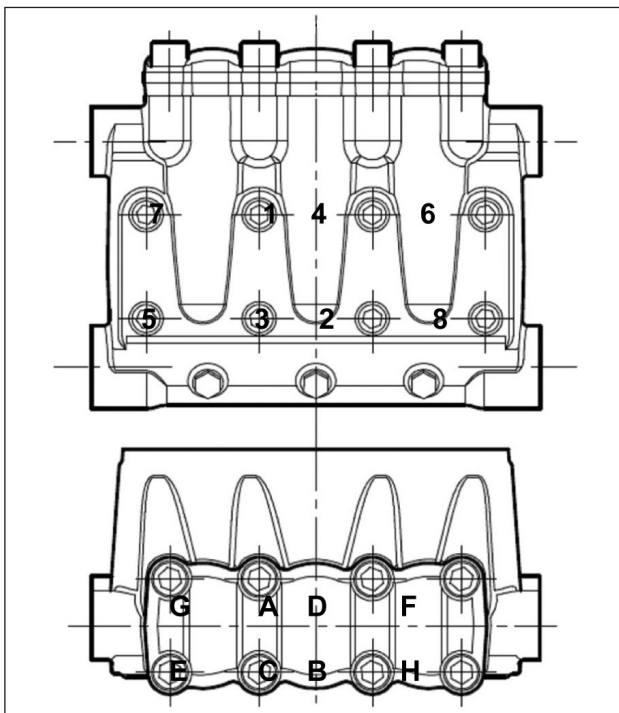

Fig. 34
** Le viti fissaggio testata pos. esploso 47 devono essere serrate con chiave dinamometrica rispettando l'ordine riportato nello schema di (Fig. 34).
*** Le viti fissaggio coperchio valvole pos. esploso 45 devono essere serrate con chiave dinamometrica rispettando l'ordine riportato nello schema di (Fig. 34).